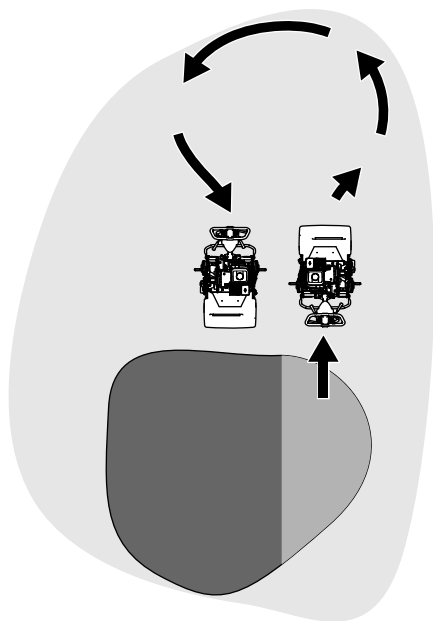

图 24
- 机器掉头应当在果岭之外进行方法为抬起滚刀将手柄向下压然后使用驱动轮鼓进行一个泪滴状的转变图 24。
1. 找到变速箱上的牵引接合杆 图 24。